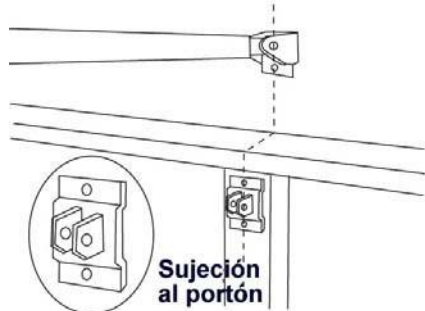

Fig. 8
1. Cierre el portón. Al centro y arriba del portón fije la Sujeción al portón (Fig. 8)